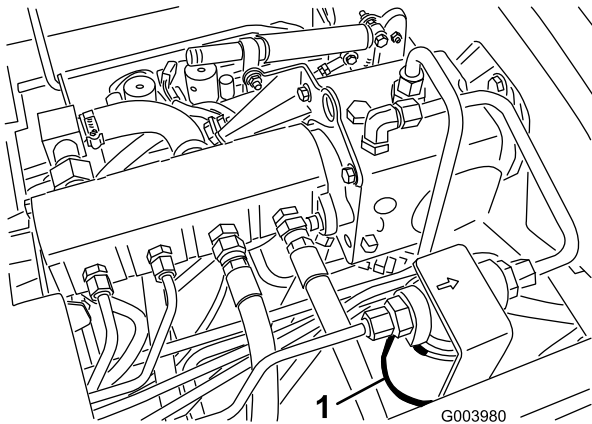
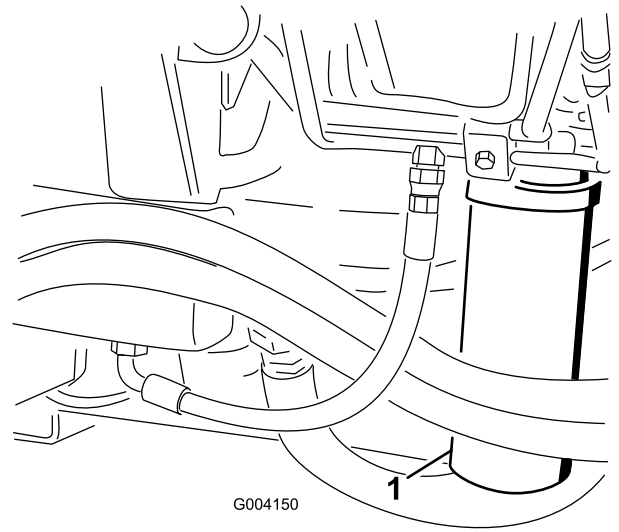

图71
图72
2. 清洁过滤器安装区域的周围，并在过滤器下面放置一个放油盘（图71和图72）。